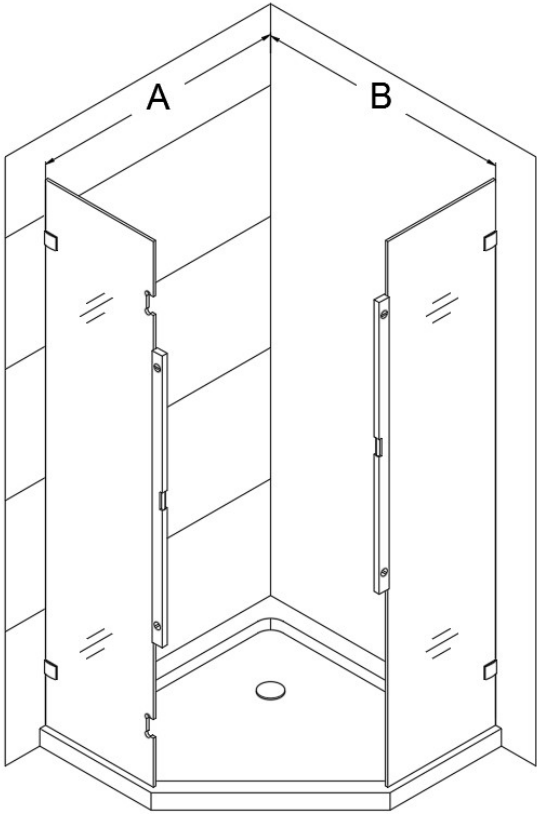

Рис. 2
2. Поместите Стационарную стеклянную панель с прикрепленными настенными креплениями к обозначенному положению на полу или душевом поддоне, убедитесь, что он ровный и отметьте положение монтажного кронштейна на стене. Смотрите рис. 2 инструкции.